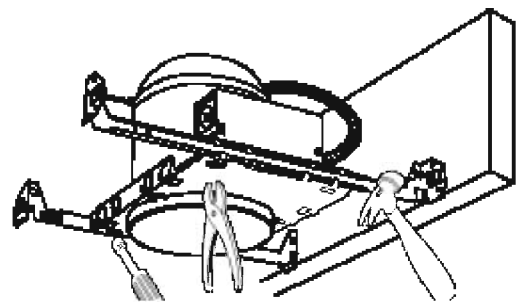

Fig. 4
3. Allongez les barres de suspension pour les ajuster entre les solives et alignez le rebord avec le bas des solives. Maintenez en place les barres à l'aide de clous dans les solives (Fig. 4).
Glissez le luminaire sur les barres de suspension à l'emplacement voulu. Pour fixer le luminaire, serrez la vis ou pliez les broches du cadre de plâtre sur les barres de suspension (Fig. 4).
Ajustez le luminaire selon l'épaisseur du plafond en desserrant les vis à tête hexagonale qui fixent le boîtier rond au cadre de plâtre. Réglez le rebord inférieur du boîtier de niveau avec le plafond, puis serrez les vis (Fig. 4).